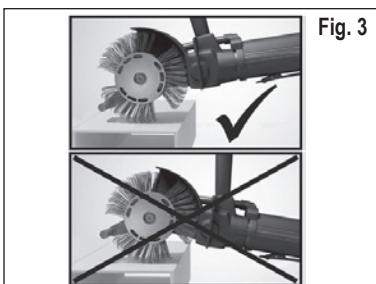

Fig. 3
8. A fin de obtener mejores resultados, preste atención a guiar la barra de aceleración cerca de la superficie que se ha de mecanizar. Si la distancia entre la barra de aceleración y la superficie es demasiado grande, el rendimiento se reduce de forma perceptible. Véase Fig. 3. Encontrará una descripción más detallada de la forma de trabajar con el **MBX®** Bristle Blaster® en el **DVD suministrado junto con la herramienta o en www.monti.de**.